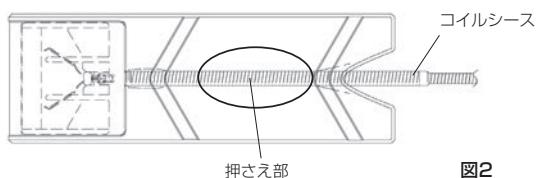

図2
5. カートリッジの押さえ部をつまんでコイルシースを保持する。このとき、コイルシースが突き当たるまでカートリッジに挿入し、コイルシースの先端とカートリッジの突き当てる部との間にすきまがないことを確認する。（図2）